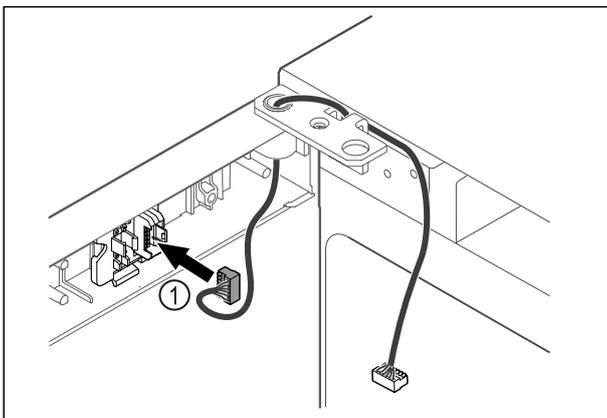

Fig. 59
- ▶ Zasuňte zástrčku Fig. 59 (1) do držiaka zástrčky.